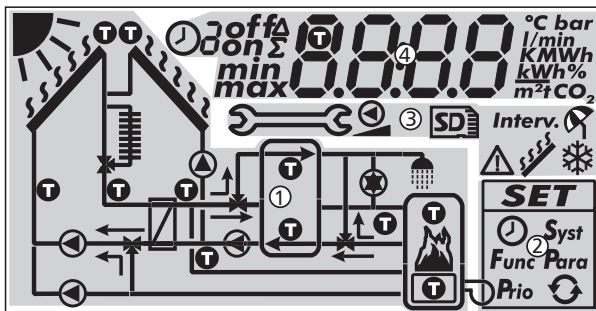

Bild 8: Översikt över områdena i displayen (alla element visas)
Tabellen här nedanför beskriver symbolerna i systemgrafiken (① i Bild 8).
Inställningsmenyn (② i Bild 8) innehåller följande poster:
Tabellen här nedanför beskriver piktogrammen för funktioner (③ i Bild 8).
Indikeringen av drifts- och inställningsvärdena (④ i Bild 8) består av följande element:
①	Symbol för tidsstyrningen av funktioner. Symbolen visas när <ul style="list-style-type: none"> • en tidsbegränsning/-styrning ställs in, • statuset för tidsbegränsningen/-styrningen visas, • tidsbegränsningen blockerar en temperaturstyrning (symbol blinkar).
②	Nummer på tidsfönstret som f.n. ställs in/visas i inställningsmenyn eller i vilket den aktuella tiden f.n. befinner sig. Tidsstyrningen av en funktion består av 1 eller 3 inställbara tidsfönster. Exempel: Tidsfönster 1: 06:00 – 08:00 Tidsfönster 2: 11:00 – 12:30 Tidsfönster 3: 17:00 – 19:00
③	Extrainformationer: on, off: kopplingsstatus/kopplingsvillkor till, från max, min: maximalt värde, minimalt värde Σ: sammanräknat driftsvärde sedan idrifttagningen, kan inte återställas Δ: sammanräknat driftsvärde sedan senaste återställningen till 0
④	Symbol visas när en temperaturgivare är vald vid inställningen av en funktion.
⑤	Visning av <ul style="list-style-type: none"> • Mätvärden • Inställningsvärden • Felkoder • Övriga informationer, t.ex. program-version
⑥	Fysikalisk enhet för värdet som visas i ⑤: °C, bar, l/min, K, MWh, kWh, %, m ² , tCO ₂